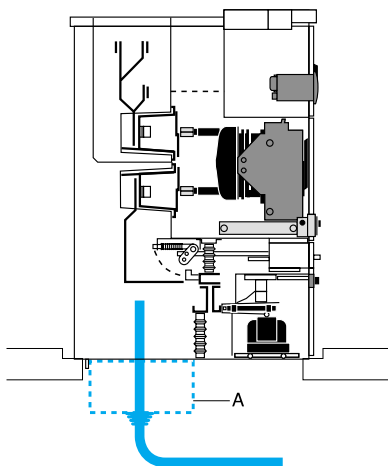

Рис. 2
■ При применении кабелей длиной более 460 мм для ячейки MCset 1-2-3 или более 430 мм для ячейки MCset 4, установите под ячейкой дополнительный отсек (A) (см. рис. 2).